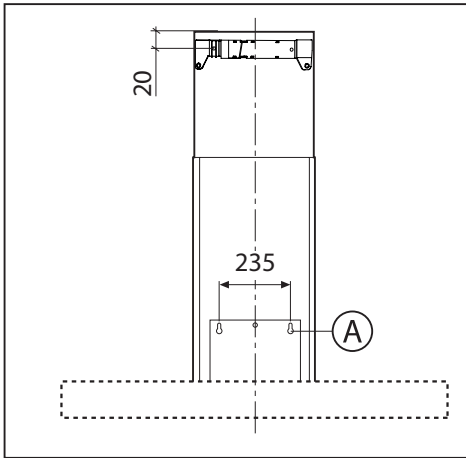
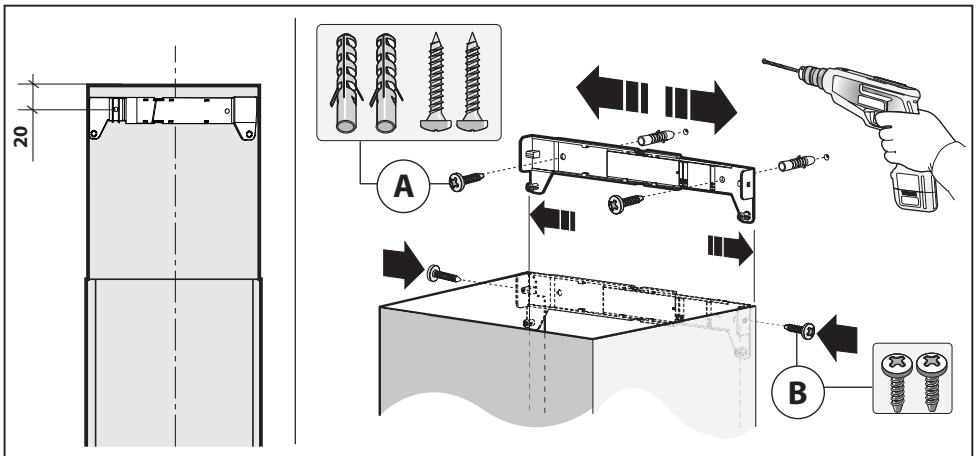

Fig.2
Fig.4
- Eseguire i fori A rispettando le quote indicate (Fig.2).
- Regolare la larghezza della staffa di supporto del camino decorativo superiore (Fig.4).
- Successivamente fissarla al muro in modo che sia in asse con la vostra cappa tramite le viti **A** (Fig.4) e rispettando la distanza dal soffitto indicata in Fig.2.